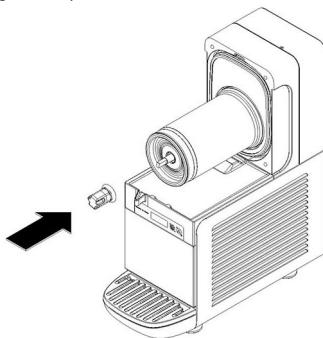

figure 15
- 5** Introduire le joint hexagonal dans l'évaporateur en l'accompagnant jusqu'au fond. (voir figure 15).